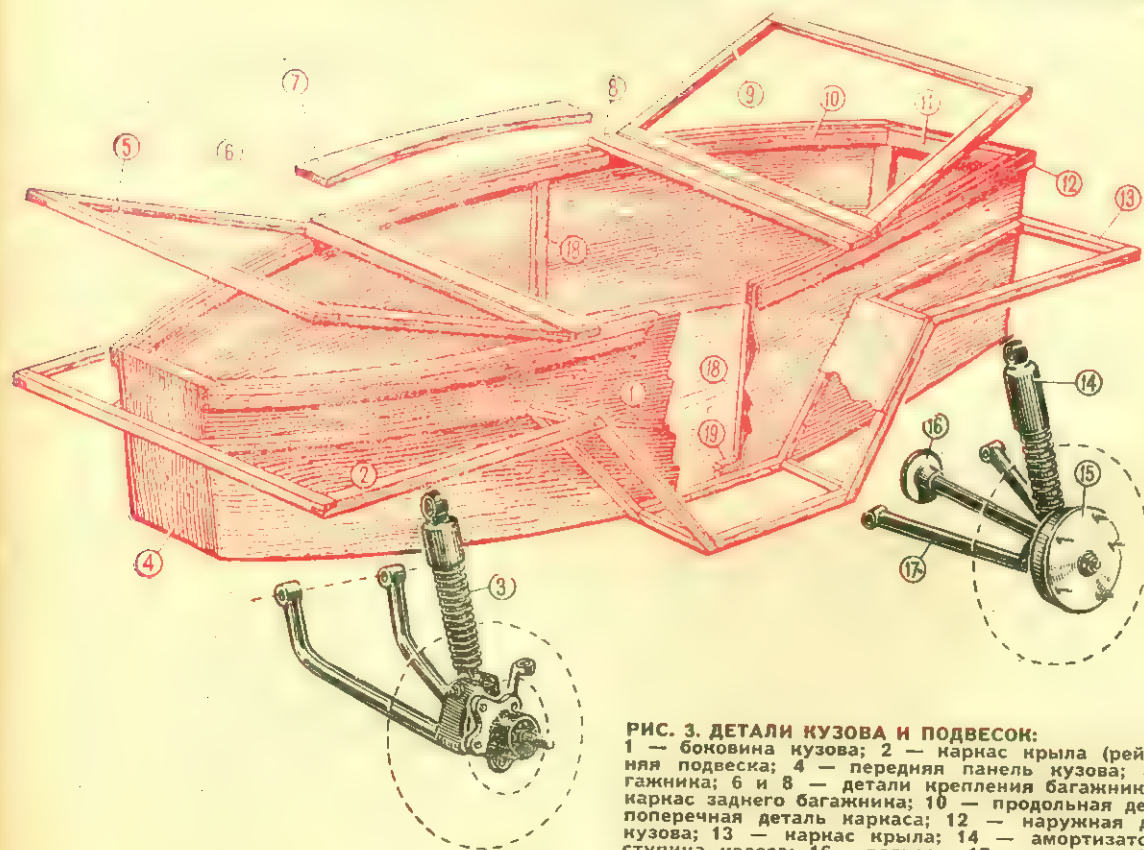

РИС. 3. ДЕТАЛИ КУЗОВА И ПОДВЕСОК:
**КУЗОВ** — двухместный, открытый, несущего типа. Основные материалы — дерево и фанера. Кузов состоит из плоского пола, изогнутых бортов и плоских торцевых стенок. Необходимая (и оказавшаяся практически очень большой!) жесткость обеспечена отсутствием вырезов для дверей, криволинейностью бортов, снабженных усиливающим поясом (рис. 3).